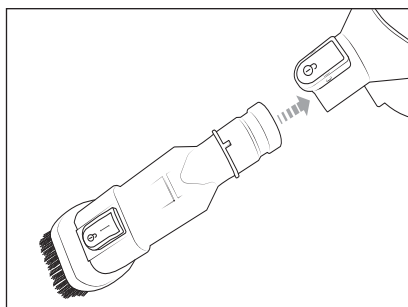

Fig. 8
- ◆ Monte a escova combinada 2 em 1 **8** na abertura de aspiração do aparelho, até encaixar de forma audível (ver fig. 8).